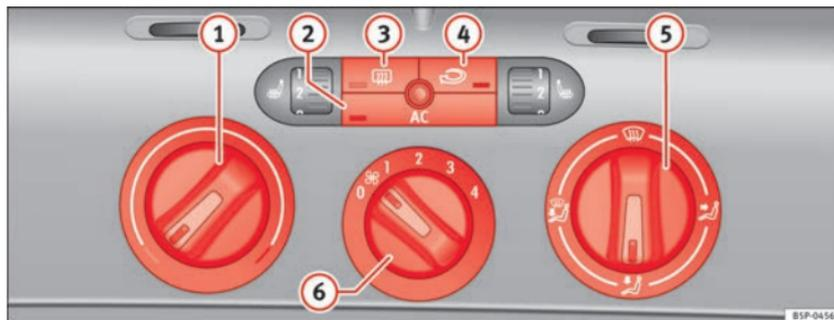

Fig. 131 Comandos do Climatic no painel de instrumentos
- Rodar o regulador da temperatura ⇒ Fig. 131 ① para a direita, até ser atingida a potência calorífica pretendida.